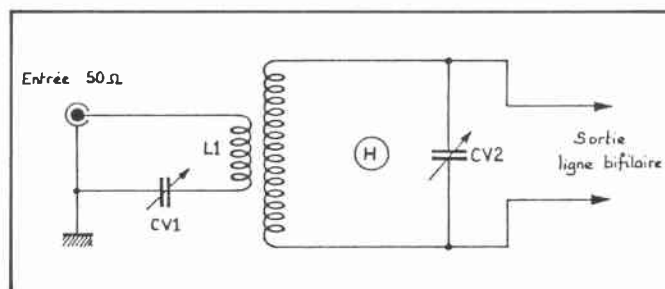

Figure 2.
1 - La zone (H) indiquant une haute impédance, les points M et N sont aux extrémités de la self du secondaire (figure 2) ;